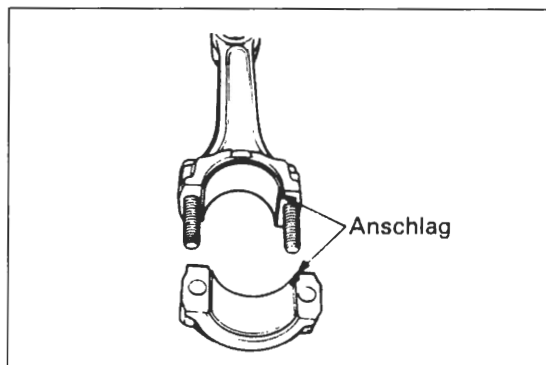

Bild 267
- Vor Einbau der Kurbelwellen-Lagerschalen Düsen in unterer und oberer Gehäusehälfte auf freien Durchgang prüfen (Bild 267).